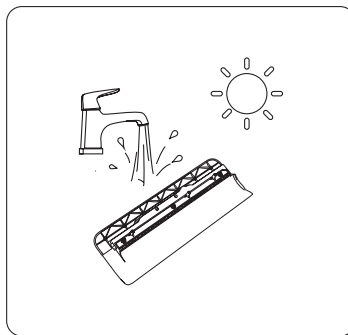

Figure 2
2. Rincez le couvercle du rouleau brosse à l'eau claire. (Fig. 2)